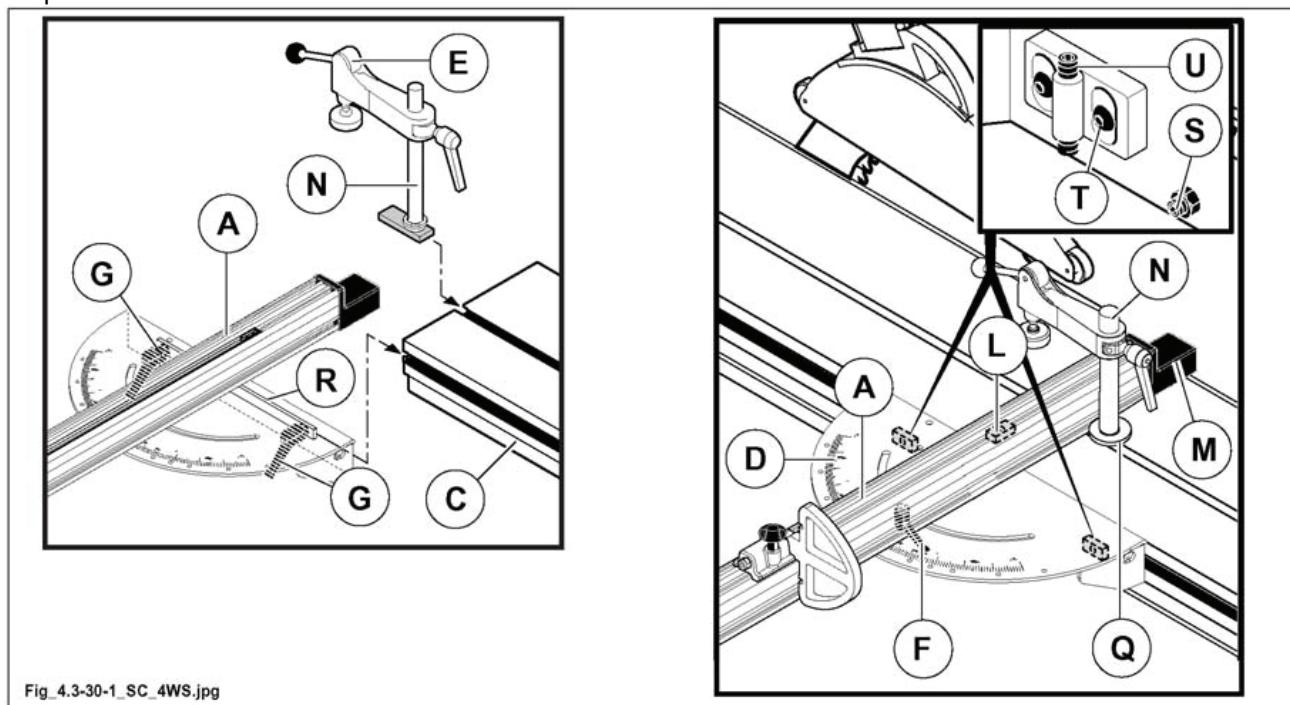

Рис. 4.3-30-1
- 1) Вставить колонку (N рис. 4.3-30-1) с прижимом (E рис. 4.3-30-1) в паз подвижной части каретки (C рис. 4.3-30-1).
- 2) Смонтировать группу линейки (A рис. 4.3-30-1), вставив сальник (R рис. 4.3-30-1) в паз каретки (C рис. 4.3-30-1).
- 3) Затянуть ручки (G рис. 4.3-30-1).
- 4) Ослабить ручки (F рис. 4.3-30-1).
- 5) Позиционировать группу линейки на нужном расстоянии от пилы; при положении в 90° подать группу линейки до упора в сальник (L рис. 4.3-30-1); сальник (L рис. 4.3-30-1) отрегулирован нашими техниками и нужен для быстрого позиционирования группы линейки на нужном расстоянии от пилы.
- 6) Для осуществления пиления под углом повернуть группу линейки (A рис. 4.3-30-1), ориентируясь по шкале (D рис. 4.3-30-1).
- 7) Заблокировать, затянув ручки (F рис. 4.3-30-1).
- 8) Расположить прижим напротив группы линейки, убедившись, что фланец (Q рис. 4.3-30-1) вошел в паз.
- 9) Повернуть колонку (N рис. 4.3-30-1) по часовой стрелке для блокировки.
- ослабить рычаги G (рис. 4.3-30-1);
- для регулировки параллельности с кареткой использовать винты S (рис. 4.3-30-1);
- для регулировки положения по высоте ослабить винты T (рис. 4.3-30-1) и вращать винты U (рис. 4.3-30-1).
Когда защита от стружки (M рис. 4.3-30-1) износится, подвести ее к пиле, действуя с помощью блокировочных винтов.